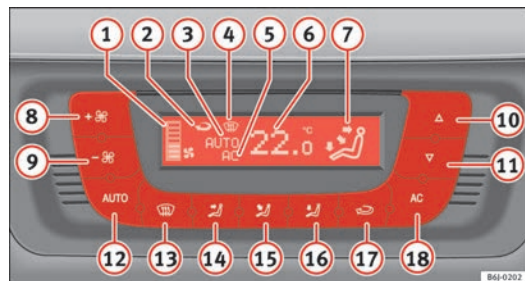

Fig. 92 Mandos del Climatronic en el tablero de instrumentos
- Pulse las teclas 10 y 11 ⇒ fig. 92 para ajustar la temperatura.
- Pulse la tecla **AUTO**. Se visualiza la indicación ⇒ **página 134, fig. 92 7**.
- Pulse las teclas **10** y **11** ⇒ **página 134, fig. 92** para ajustar la temperatura deseada en el habitáculo. Se recomienda ajustar una temperatura de 22°C (72°F).
- Pulse una de las teclas $\Rightarrow$ página 134, fig. 92  a  o presione el regulador del ventilador  y . Se apaga la indicación .
El ventilador puede ajustarse por medio de las teclas  y  $\Rightarrow$ página 134, fig. 92. Si el ventilador está apagado (en la pantalla no se indica ningún nivel ) y sigue presionando la tecla , se apaga el Climatronic. En tal caso aparecerá **OFF** en la pantalla.
- Pulse la tecla  para conectar o desconectar la recirculación de aire. Está conectada si aparece el símbolo  $\Rightarrow$ página 134, fig. 92 en la pantalla.